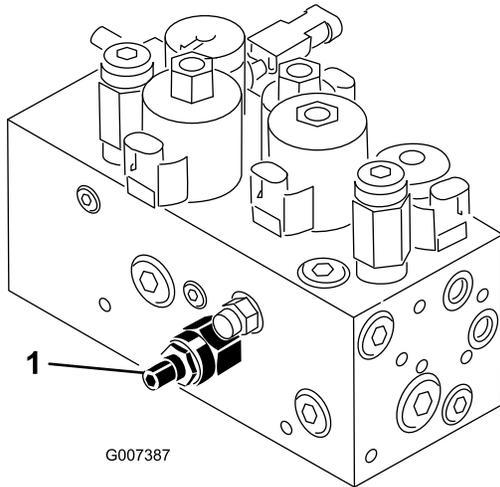

Bild 57
Der Hub-/Absenkungskreis der Schneideinheiten ist mit einem Stromventil ausgerüstet (Bild 57). Dieses Ventil wird im Werk um ungefähr 3 Umdrehungen geöffnet. Zum Ausgleichen unterschiedlicher Hydrauliköltemperaturen und Mähgeschwindigkeiten usw. müssen Sie dieses Ventil jedoch u. U. einstellen. Gehen Sie dabei folgendermaßen vor:
1. Klappen Sie den Sitz hoch und finden Sie das Hauptregulierventil für das mittlere Zuggestell (Bild 57), das sich neben dem Hydraulikverteiler befindet.